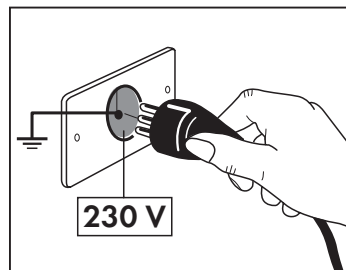

Fig. 1
- Assicurarsi che l'impianto elettrico di rete (230V- 50Hz) sia munito di messa a terra e di protezione salvavita, secondo quanto prescritto dalle normative esistenti in materia **(Fig. 1)**